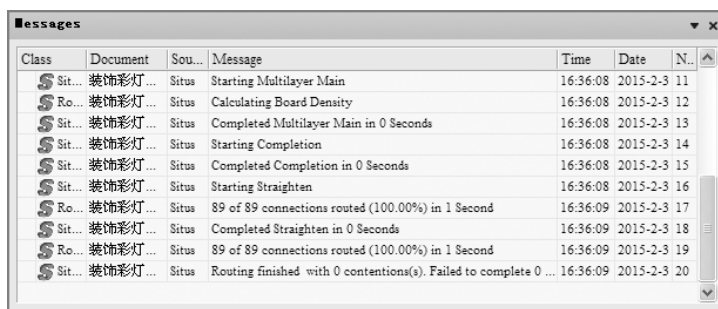
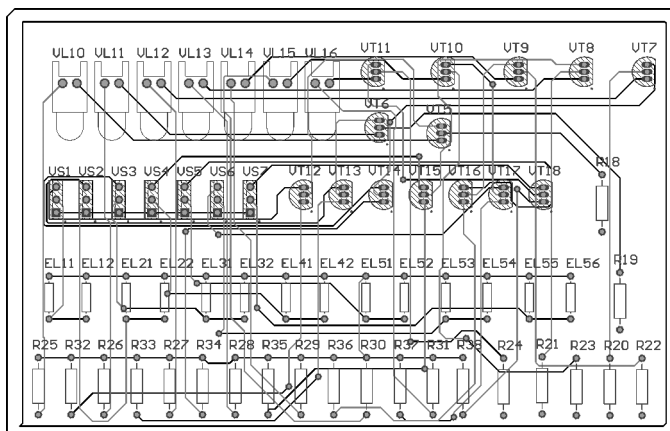

图 9-67 “Message（信息）”对话框
图 9-68 元件布线结果
2) 单击 **Route All** 按钮开始布线，同时弹出“Message（信息）”对话框，如图 9-67 所示。完成布线后，最后得到的布线结果如图 9-68 所示。